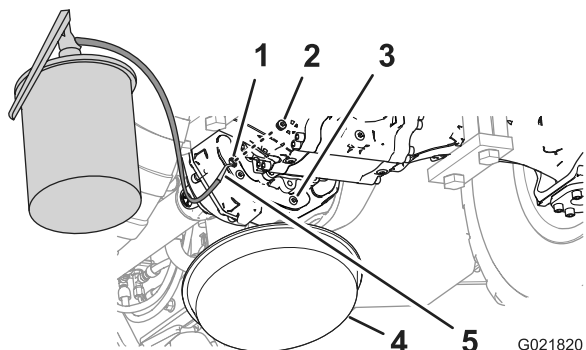

Рисунок 72
- Установите одну из пробок в сливное отверстие трансмиссии (Рисунок 72).
- Залейте масло указанного типа в трансмиссию через смотровое отверстие, пока масло не будет на уровне резьбы в нижней части отверстия (Рисунок 72).
- Установите другую пробку в смотровое отверстие трансмиссии (Рисунок 72).